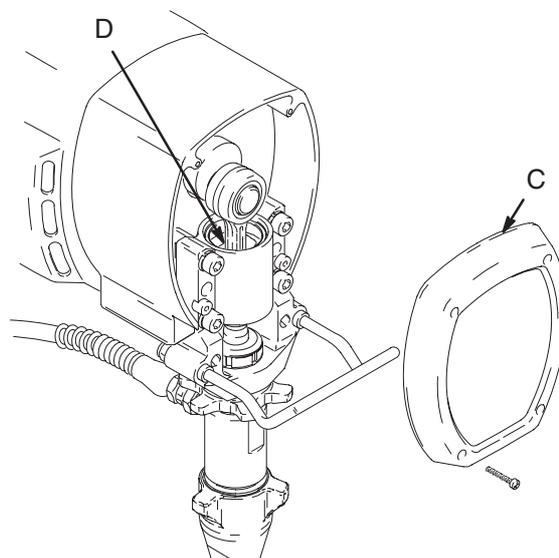

Fig. 7
3. Lubrique el alojamiento del cojinete después de cada 100 horas de funcionamiento. Libere primero la presión. Retire la cubierta delantera (C). Llene la cavidad del alojamiento del cojinete (D) con aceite no detergente SAE 10. Vea la Fig. 7.